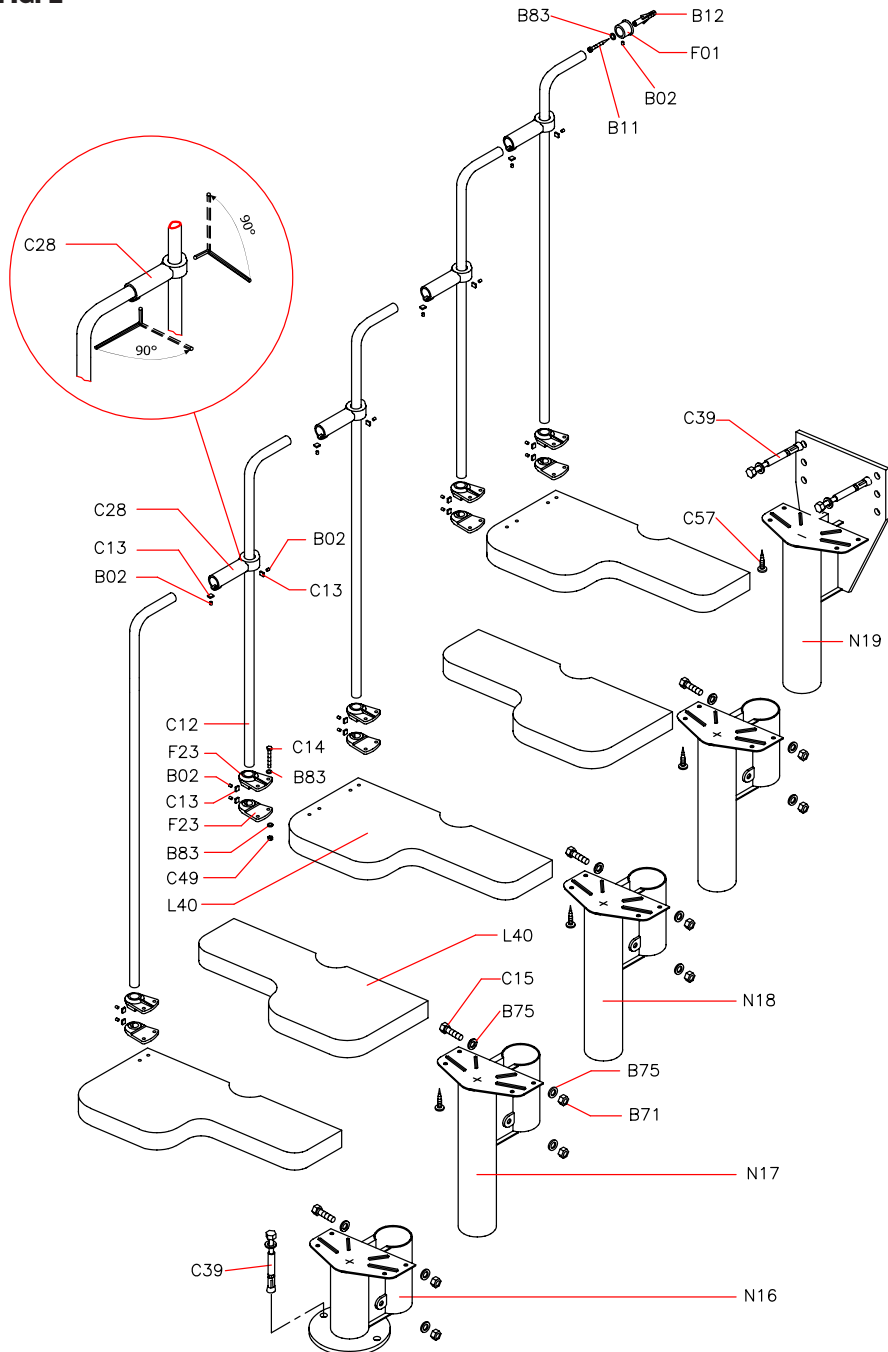

FIG. 2
1. Mål takhøyden nøyaktig. (fig. 2).